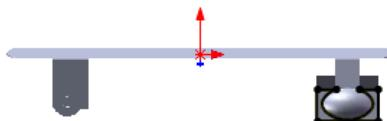

图 15.4.31 横断面草图
② 定义横断面草图。在草图环境中绘制图 15.4.31 所示的横断面草图。